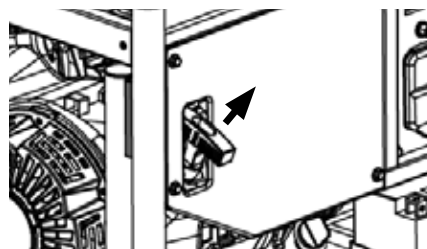

Figura 11 - Mango de retroceso del motor - PULL
- b. Inicio de retroceso (solo WPro8500): sujete firmemente y tire de la palanca de retroceso lentamente hasta que sienta una mayor resistencia. En este punto, aplique un tirón rápido mientras tira hacia arriba y ligeramente lejos del generador (consulte la Figura 11). *Nota: Si la batería está descargada o desconectada, deberá configurar el estrangulador en "Encendido" manualmente y pasar a "Apagado" cuando el motor arranque.*